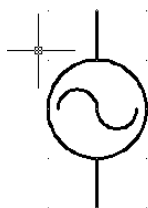

Рис. 1.3
*Источник ЭДС нарисуем окружностью (рис.1.3):*